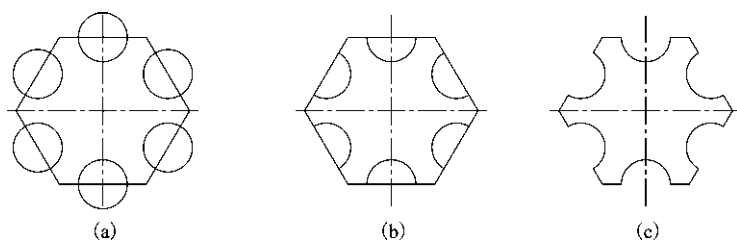

图 1-44 修剪实例
【实例 1-19】 利用修剪命令将图 1-44(a)所示图形修改为图 1-44(c)所示图形。
①执行【正多边形/POL】命令绘制任意一正多边形,执行【圆/C】命令,以多边形每条边的中点为圆心绘制 6 个小圆,执行【直线/L】命令绘制两条中心线,如图 1-44(a)所示。
②执行【修剪/TR】命令将图形修剪成如图 1-44(c)所示结果。
选择要修剪的对象,或按住 Shift 键选择要延伸的对象或[剪切边(T)/窗交(C)/模式(O)/投影(P)/删除(R)]: //依次单击六边形外侧的圆,图形变成如图 1-44(b)所示。再依次单击半圆中的六边形部分,使图形变成如图 1-44(c)所示。